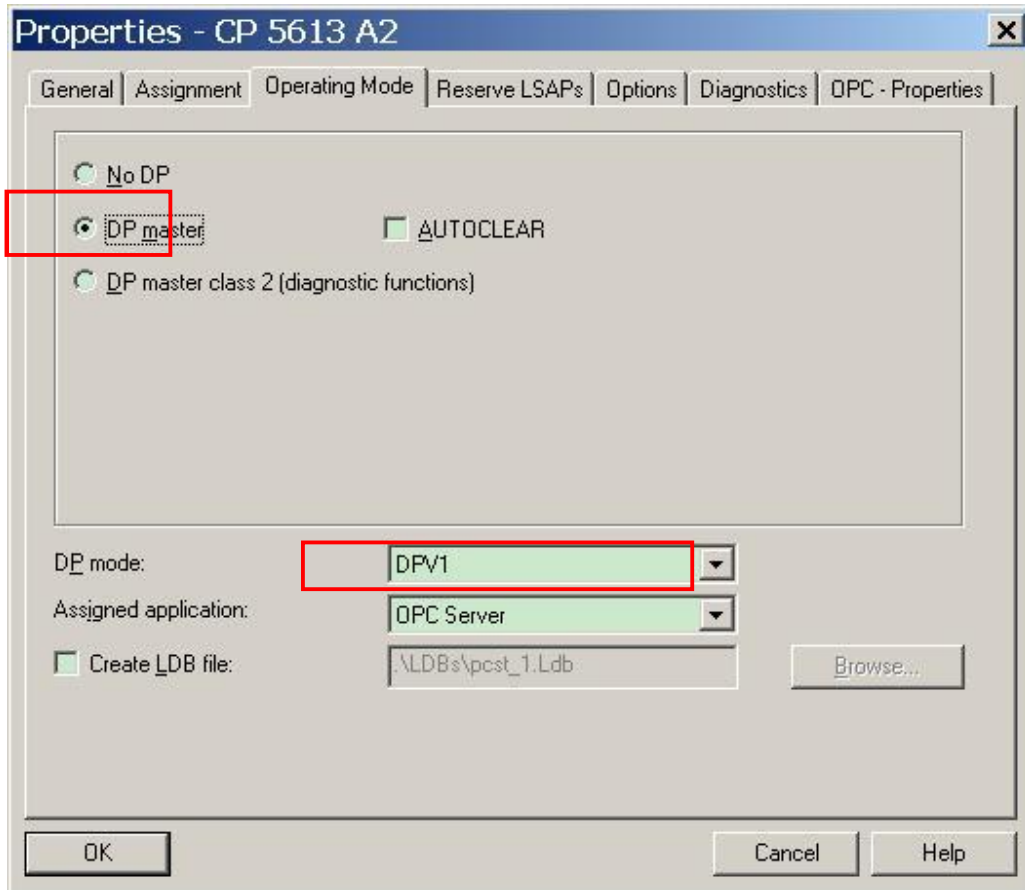

图 13 设置 CP5613 A2 为主站
4. 在 General—Operating Mode 中选中 DP Master，选择 DPV1 模式或者 DPV0-compatible 模式都可以，这里选择 DPV1，点击“OK”确定，如图 13。